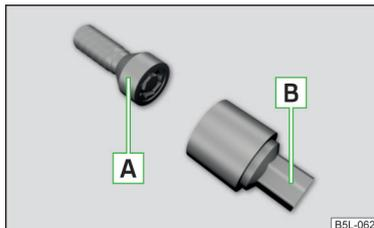

Fig. 182
Los tornillos de rueda antirrobo protegen a las ruedas contra robos. Estos pueden aflojarse o fijarse con el adaptador B » fig. 182.
- Introduzca el adaptador B » fig. 182 con el lado dentado hasta el tope en el dentado interior en la cabeza del tornillo de la rueda antirrobo A.